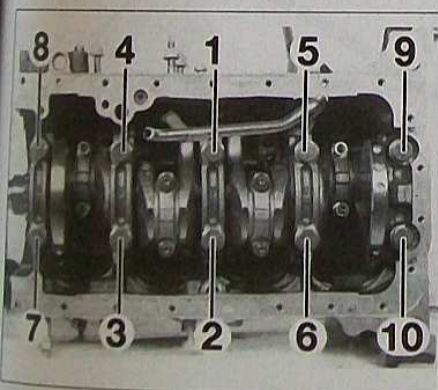

FIG. 63
• Monter les chapeaux de tourillons repérés de (1) à (5) lubrifiés et serrer les 5 paliers au couple dans l'ordre indiqué (Fig. 63).